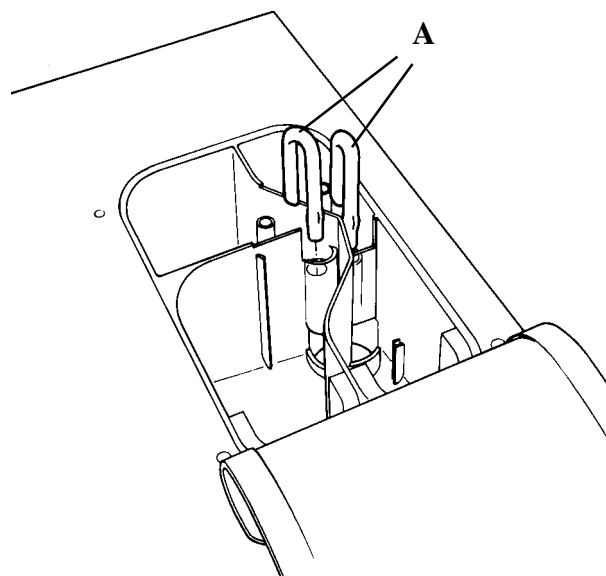

fig. 17
- Remove the trap hoses (fig. 17/A), clean inside with pressure water and re-assemble. Immerse the hoses in warm water to facilitate cleaning.
- Extraer los tubos sifón (fig. 17/A), limpiar su interior con agua a presión y volver a montarlos. Sumergir los tubos en agua templada para facilitar la limpieza.
- Enlever les tuyaux siphon (fig. 17/A), nettoyer l'intérieur avec de l'eau sous pression et les remonter. Plonger les tuyaux dans de l'eau tiède pour faciliter le nettoyage.